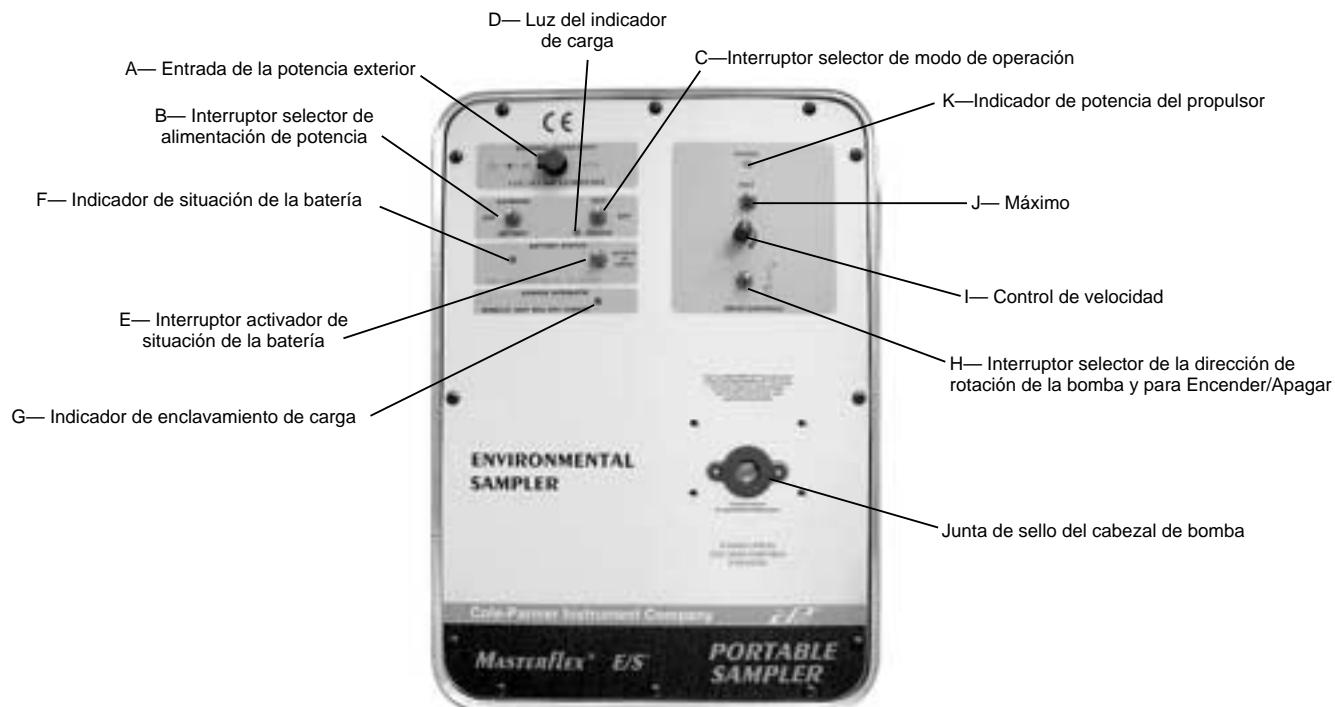

FIGURA 1 TABLERO DE CONTROL
- A. Conecte el convertidor de corriente CA/CC provisto al propulsor levantando la tapa del receptáculo de ENTRADA DE POTENCIA EXTERIOR (A) e introduciendo la clavija coaxial de corriente de 2,5 mm en el receptáculo. (Vea la Figura 1.)
- A. Ponga el interruptor selector de alimentación de potencia (B), (EXTERNAL/BATTERY) en la posición “BATTERY”.
- B. Ponga el interruptor selector del modo de operación (C), (RUN/CHARGE) en la posición “RUN”.
- C. Haga una selección en el Interruptor selector de dirección de rotación On/Off (H), DER o IZQ. (Vea la Figura 1.) (Para cambiar la dirección, primero desconecte la potencia poniendo este interruptor en la posición central [OFF]).
- D. Ajuste el caudal de la bomba con el Control de velocidad (I) de una vuelta, girando la perilla a la derecha para aumentar el caudal, o a la izquierda para reducirlo.
- E. Para “Cesar el tubo”, mueva el Interruptor “MAX” (J), hacia arriba o hacia abajo, para que la bomba funcione a la máxima velocidad.
- A. Ponga el interruptor selector de alimentación de potencia (B), (EXTERNAL/BATTERY) en la posición “EXTERNAL”.
- A. Conecte el convertidor de corriente CA/CC provisto al propulsor levantando la tapa del receptáculo ENTRADA DE POTENCIA EXTERIOR (A) e introduciendo la clavija coaxial de corriente de 2,5 mm en el receptáculo. (Vea la Figura 1.)
- B. Conecte el convertidor/alimentador de corriente CA/CC a una alimentación de corriente alterna. Ponga el selector de alimentación de potencia interruptor (B), (EXTERNAL/BATTERY) en la posición “EXTERNAL”.
- C. Ponga el interruptor selector del modo de operación (C), (RUN/CHARGE) en la posición “RUN”.
- D. Haga una selección en el Interruptor selector de dirección de rotación On/Off (H), DER o IZQ. (Vea la Figura 1.) (Para cambiar la dirección, primero desconecte la potencia poniendo este interruptor en la posición central [OFF].)
- E. Ajuste el caudal de la bomba con el Control de velocidad (I) de una vuelta, girando la perilla a la derecha para aumentar el caudal, o a la izquierda para reducirlo.
- F. Para “Cebar el tubo”, mueva el Interruptor “MAX” (J), hacia arriba o hacia abajo y sujetelo en esa posición, para que la bomba funcione a la máxima velocidad.
- A. Conecte el convertidor de corriente CA/CC provisto al propulsor levantando la tapa del receptáculo **ENTRADA DE POTENCIA EXTERIOR (A)** e introduciendo la clavija coaxial de corriente de 2,5 mm en el receptáculo. (Vea la Figura 1.)
- C. Ponga el interruptor selector del modo de operación (C), (**RUN/CHARGE**) en la posición “**CHARGE**”.